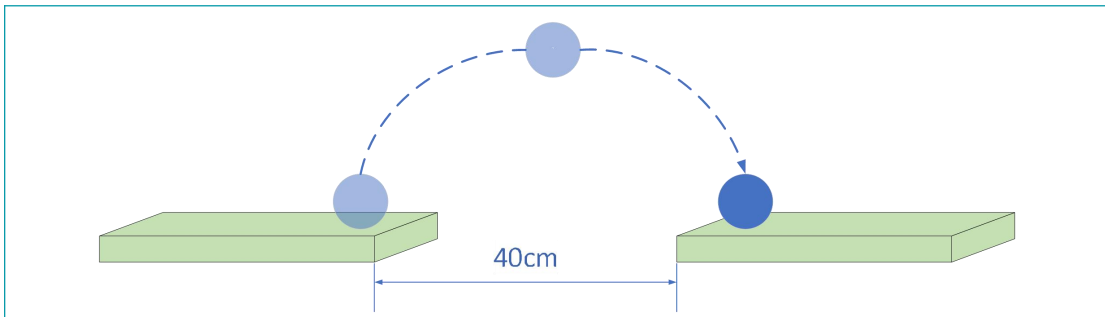
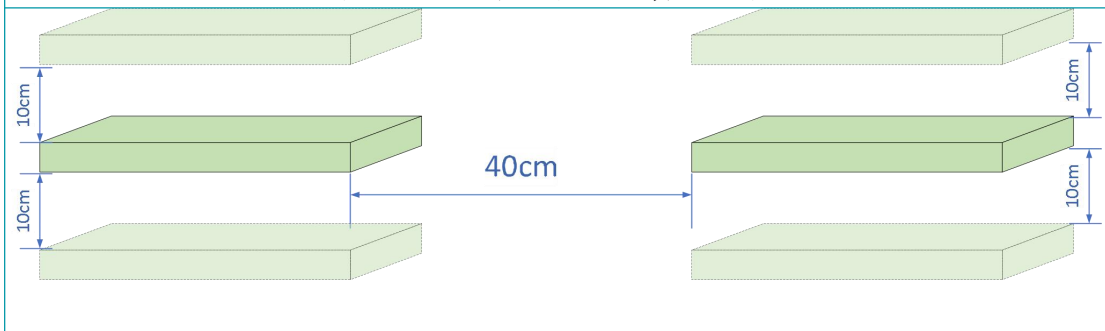

图 2 “飞跃天堑”任务示意图
图 3 “飞跃悬崖”任务左右落差示意图
2. “飞跃天堑”任务。小球从 A 区到 B 区的过程中，需凌空通过间隔（水平间隔不小于 400mm，左右各有 $\pm 100\text{mm}$ 的落差，落差 = $X\text{mm}$ ($-100 \leq X \leq 100$ ， X 为 10 的倍数，如图 2、图 3 所示，调试前由专家组现场确定，通过方法不限)。